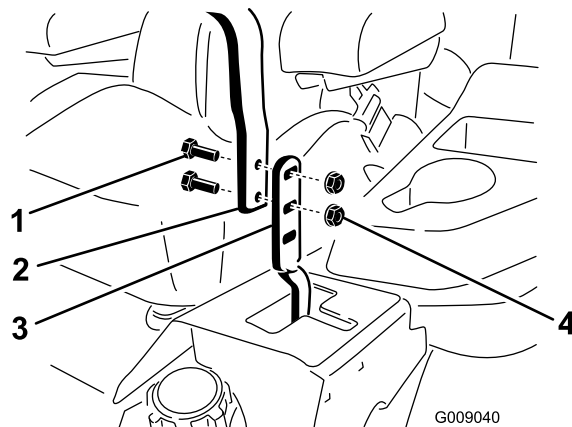

Figure 83
3. Desserrez les boulons et les écrous à embase situés dans les leviers (Figure 83).